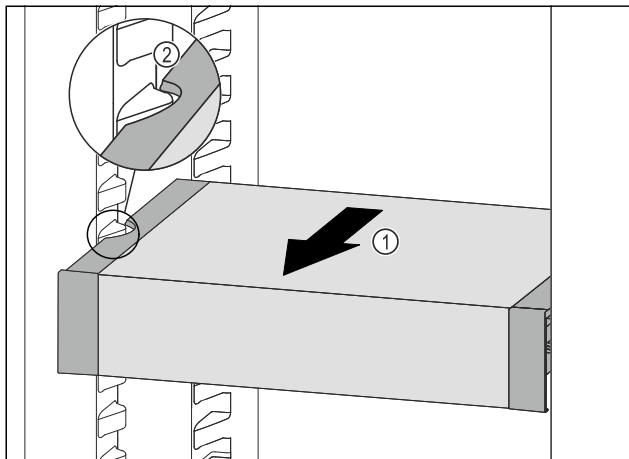

Fig. 110
- ▶ Вытягивайте VarioSafe вперед Fig. 110 (1), пока боковые выемки VarioSafe не окажутся на высоте выступа резервуара в холодильном отделении. Fig. 110 (2)